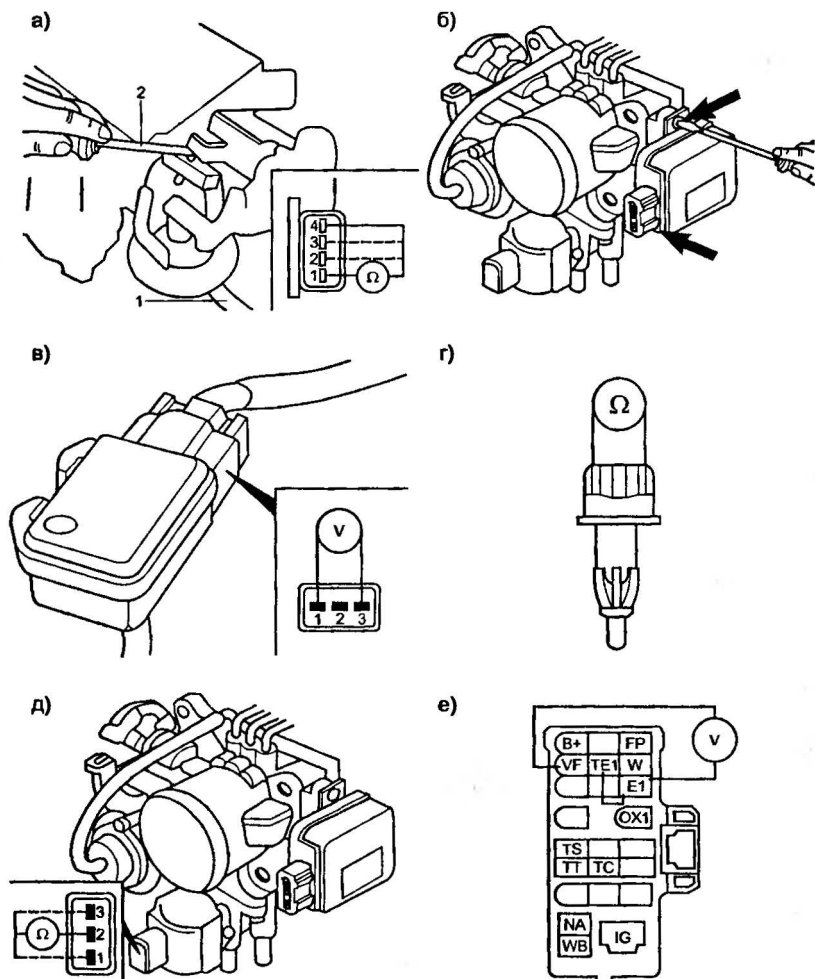

Рис. 2.8.8. Впускная система
- подключают к вакуумному стабилизатору дросселя ручной вакуумный насос и, создав необходимое разрежение, освобождают привод дроссельной заслонки 1 (рис. 2.8.8а);
- подключить к вакуумному стабилизатору дросселя ручной вакуумный насос и, создав необходимое разрежение, освобождают привод дроссельной заслонки 1 (рис. 2.8.8а);
- вставляют контрольный шуп 2 (рис. 2.8.8а) между ограничительным винтом и приводом дросселя;
- при необходимости отпускают винты крепления датчика TP к корпусу дроссельной заслонки и, плавно поворачивая корпус датчика, добиваются контрольных показаний омметра, в этом положении фиксируют корпус датчика (рис. 2.8.8б).
- отключают разъем датчика MAP и измеряют напряжение между контактами 1 и 3 разъема жгута при включенном зажигании (рис. 2.8.8в), оно должно быть равно 4,5...5,5 В. Если нет, проверяют соответствующие соединения и, при необходимости, блок ЕСМ;
- подключают разъем к датчику MAP, вольтметр — к контактам 1 и 2 датчика (рис. 2.8.8в) и включают зажигание;
Отключают разъем датчика IAT и проверяют изменение внутреннего сопротивления (см. табл. 2.8.6 и рис. 2.8.8г) в зависимости от температуры. При несоответствии указанным в таблице значениям датчик заменяют.
- отключают разъем клапана IAC и измеряют сопротивление между контактами разъема клапана (см. табл. 2.8.7 и рис. 2.8.8д);
- на работающем на х.х двигателе соединяют контакты TE1 и E1 на разъеме DLC (рис. 2.8.8е), обороты х.х должны вырасти до 900...1300 rpm примерно на 4—5 секунд и затем восстановиться до нормального значения. Если этого не происходит, возвращаются к проверке клапана IAC, а при необходимости — к проверке блока ECM.